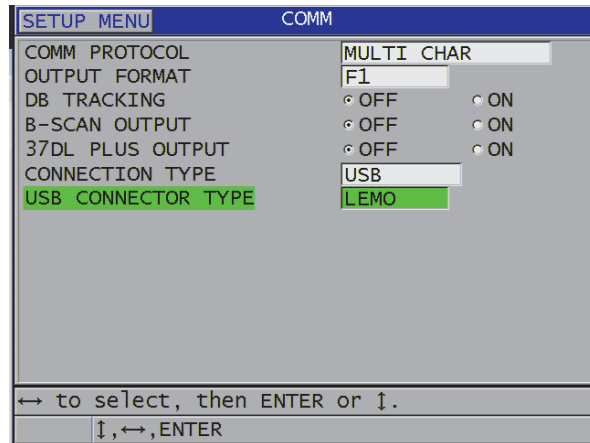

Abbildung 14-1 USB und Anschlusstyp auswählen
6. Stellen Sie im Fenster **COMM** den Parameter **STECKER** auf **USB** ein (siehe Abbildung 14-1 auf Seite 279).